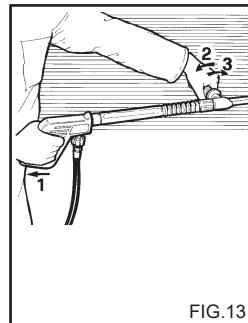

FIG.13
BENUTZUNG DER DOPPELSTAB LANZE (Fig.13).
2) Den Hochdruckreiniger anlaufen lassen, den Reinigungsmittelhahn (falls vorhanden) aufdrehen, die Steuerung für das Absaugen des auf der Lanze (fig.13) vorhandenen Reinigungsmittels betätigen und nun das Mittel von unten nach oben auf der ganzen, zu reinigenden Oberfläche verteilen. Ein paar Minuten lang einwirken lassen.